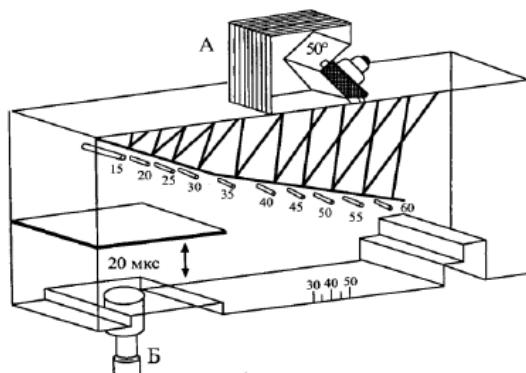

Рисунок 1. Стандартный образец СО-1
1. На эскизе (см. рис. 1) дайте схему расположения сканера на эталоне 2 для определения угла ввода ультразвукового луча и величину «мертвой» зоны.